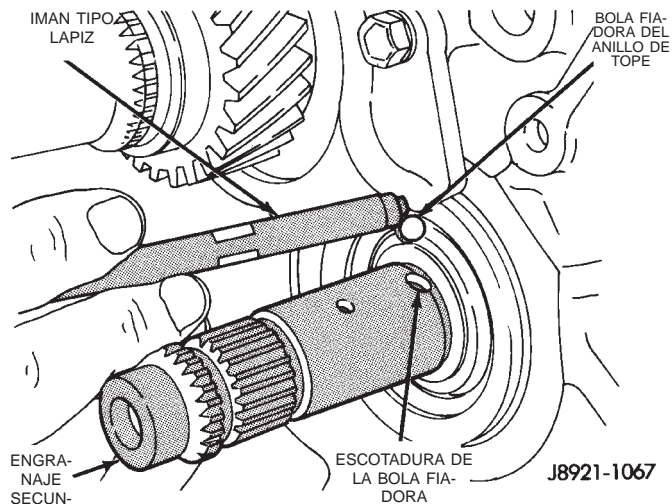

Fig. 56 Desmontaje de la bola fiadora del anillo de tope del engranaje de quinta velocidad
(8) Retire del árbol intermediario la bola fiadora del anillo de tope del engranaje de quinta velocidad (Fig. 56).